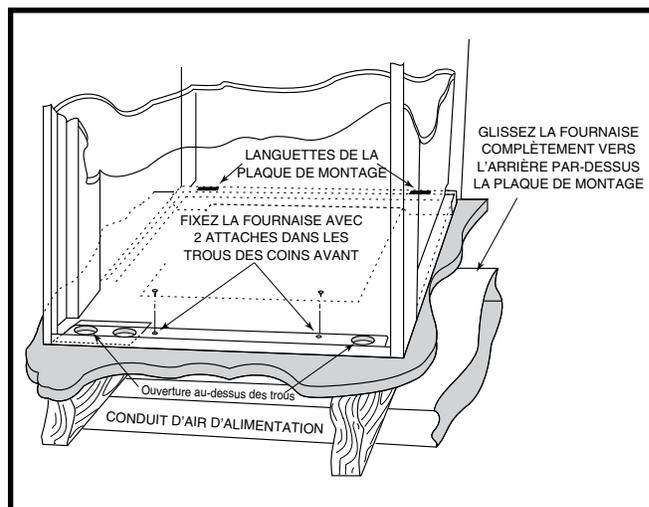
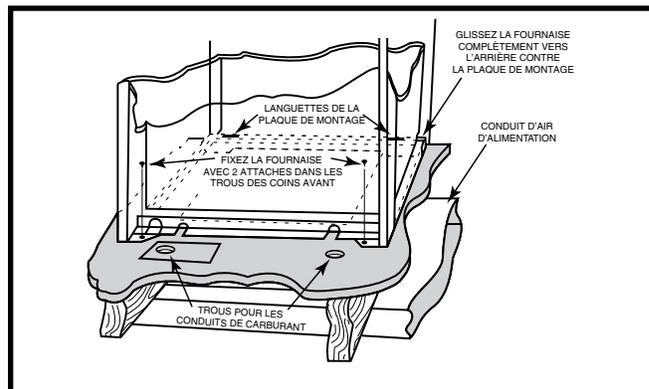

Figure 14. Fournaise de placard « A » et « B »
Figure 15. Fournaise de placard « A » sur armoire à serpentín
Les côtés et l'arrière de la fournaise peuvent être couverts d'un cadre mural comme dans un placard ou une alcôve. Les dimensions de la pièce ou de l'alcôve doivent convenir à la taille complète des dégagements de la fournaise et de l'installation spécifiés dans le Figure 4 \(page 6\) et dans la page 6. Cette fournaise doit être branchée adéquatement au système d'alimentation tel que montré dans la Figure 14 \(page 9\) et Figure 15 \(page 9\).
4. Fixez le devant avec une (1) ferrure dans chaque coin. Voyez la Figure 14 et la Figure 15.